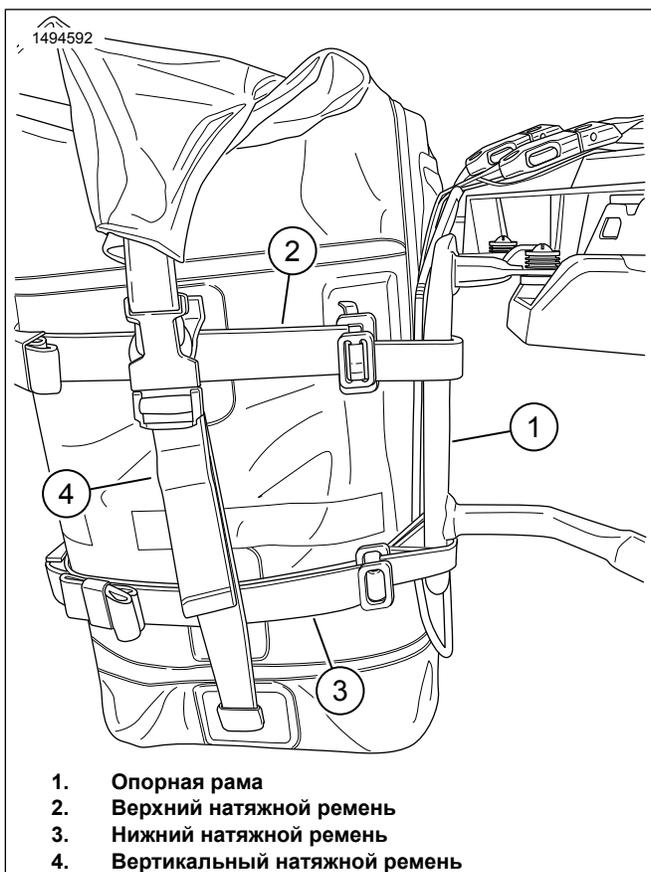

Рисунок 8. Натяжение всех ремней
9. Рисунок 8 Натяжные ремни (2, 3, 4) должны быть закреплены в приблизительных местах.